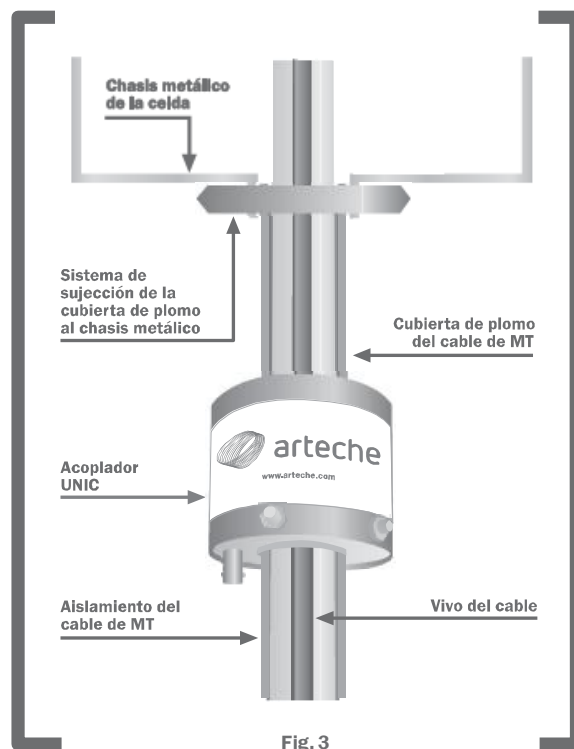

Fig. 3
- b) La pantalla finaliza unida a un bastidor metálico por medio de un dispositivo de fijación susceptible de ser desmontado (ver fig. 3).